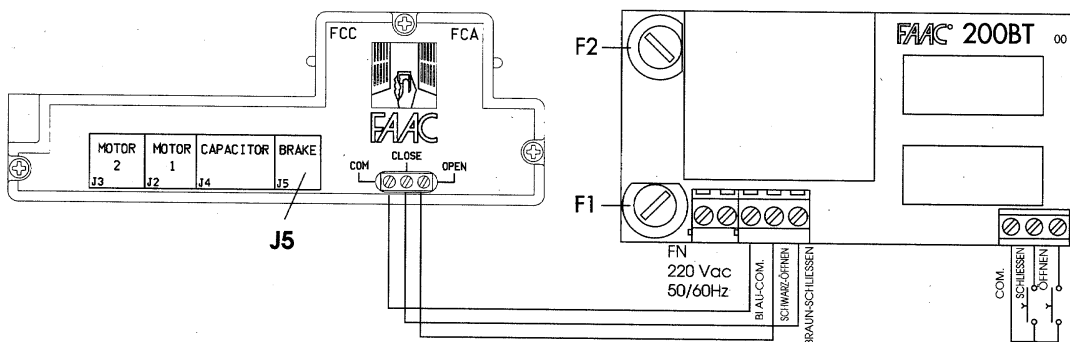

Abb. 7
- A) Sechskantschlüssel ② in die Elektrobremse ④ einführen.
- B) Elektrobremse ④ mit den Schrauben ⑤ und Muttern ③ auf der Haube ① des Elektromotors befestigen.
- C) Entsperrgriff ⑧ montieren und dabei Regler ⑥ bis zum Anschlag einschrauben.
- D) Dräht ziehen und Klemme ⑦ gut festspannen.
- E) Verbinder ⑨ der Elektrobremse in Stellung **BRAKE J5 (Abb. 7)** einführen, wobei die Kunststoffflasche der Endschalterplatte zerbrochen wird.